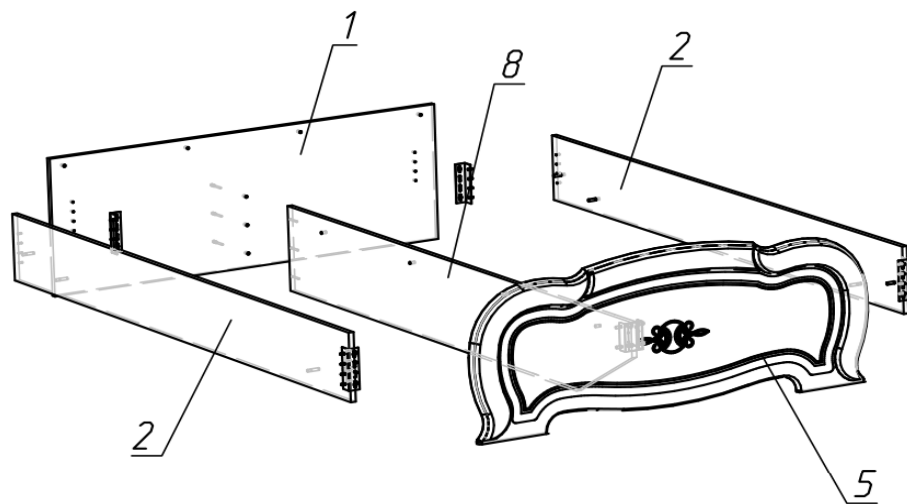

Рис.1.1.
1.3..Собрать каркас кровати (рис.1.1.). Для этого необходимо навесить царги боковые (поз.2) на евровинты в щите опорном, а также в щите ножном, Царгу центральную (поз.8) к щиту опорному крепить при помощи конфирматов, к щиту ножному (поз.5) через уголок кроватный соединением болт-гайка.